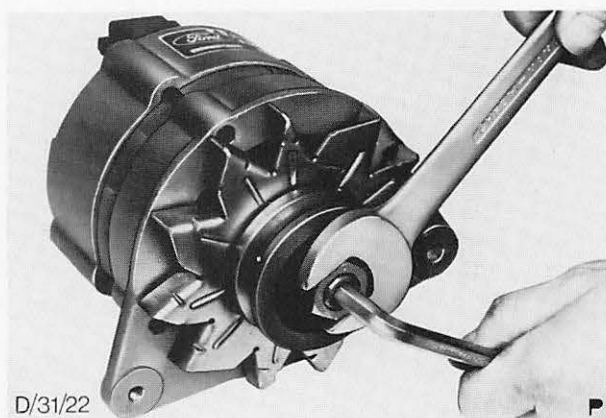

Abb. 71 Haltermutter – Riemenscheibe und Lüfter abschrauben
1. Haltermutter der Riemenscheibe abschrauben, Abb. 71 (dabei Läuferwelle mit einem Inbusschlüssel festhalten), Unterlagscheibe, Riemenscheibe, Lüfter und Abstandsstück entfernen.